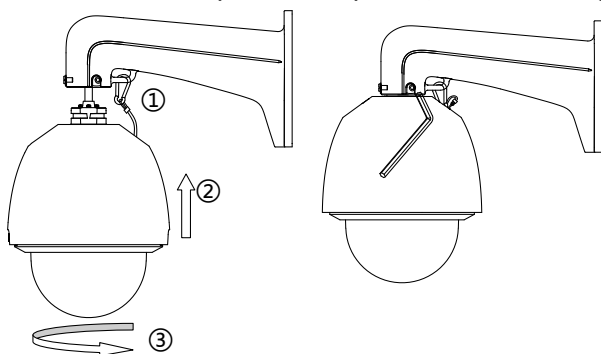

Figura 1.8 - Instalando a Speed Dome
1. Certifique-se que a corda de segurança está travada entre a Speed Dome e o suporte de montagem e então, encaixe a Speed Dome ao suporte de montagem como mostra a Figura 1.8 (esquerda).
4. Para instalar a Speed Dome ao suporte e travá-la gire-a no sentido horário como mostra Figura 1.8 (esquerda).
5. Prenda a Speed Dome usando os 2 parafusos do tipo Allen, como mostra a Figura 1.8 (direita).